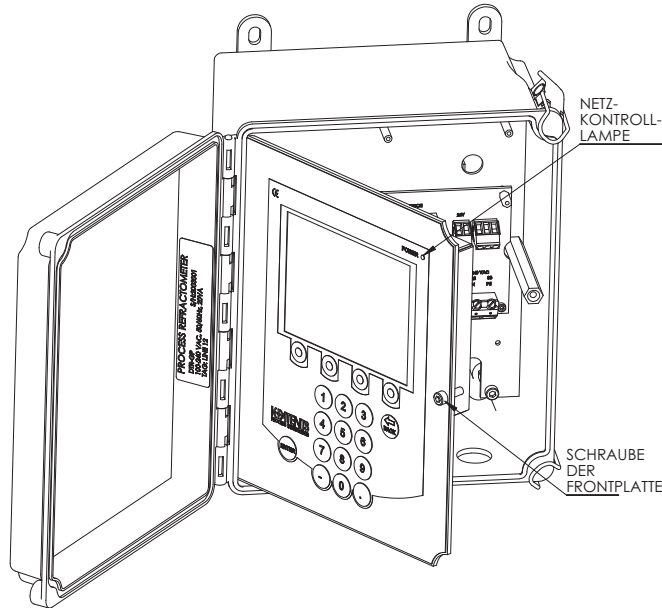
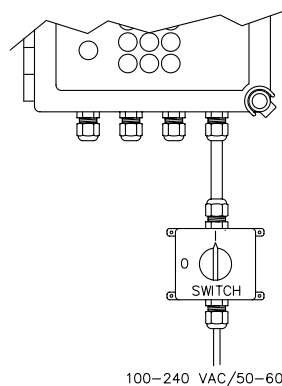

Abbildung 3.5 Öffnen der Frontplatte des Messumformers
Abbildung 3.6 Der empfohlene externe Netzschalter, Teile-Nr. PR-10900. Die Kontaktbelastbarkeiten sind 10A/230V
! **Wichtig:** Der DTR verfügt nicht über einen eingebauten Netzschalter. Das System ist daher immer eingeschaltet, wenn es an eine Stromquelle angeschlossen ist. Vaisala empfiehlt den Einbau eines externen Netzschalters, um die Spannungsversorgung des DTR zu unterbrechen (siehe Abbildung 3.6).
Alle elektrischen Anschlussklemmen des Messumformers befinden sich hinter der Frontplatte. Öffnen Sie zuerst die Gehäuseabdeckung. Lösen Sie dann die Schraube der Frontplatte (Abbildung 3.5) und öffnen Sie die Frontplatte. Alle Anschlussklemmen sind nun frei zugänglich.
⚠ Achtung! Überprüfen Sie, daß der Strom abgeschaltet wurde, bevor Sie die Frontplatte öffnen. Wenn die *grüne Netzkontrollleuchte* (Abbildung 3.5) leuchtet, heißt das, daß das System noch unter Spannung steht. Um den Strom vollständig abzuschalten, ziehen Sie den Netzstecker heraus oder schalten Sie ihn mit einem externen Netzschalter ab (Abbildung 3.6).
31 32 33 Netz, L(31), N(32), Schutz Erde (33), 100-240 V AC, 50–60 Hz. Es wird ein externer Netzschalter (Abbildung 3.6) empfohlen.